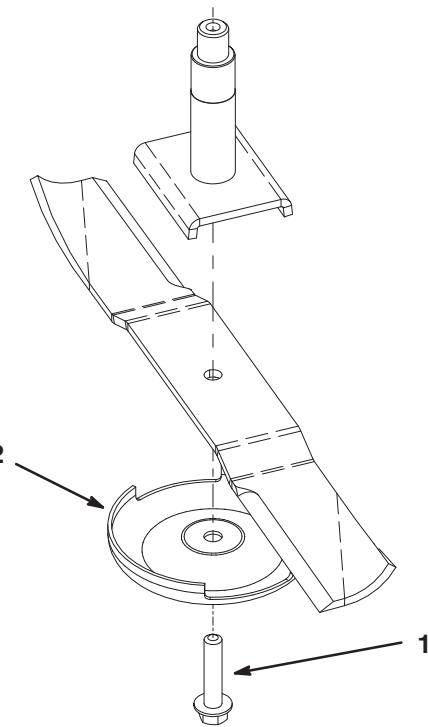

Bild 30
2. Halten Sie das Ende des Messers mit einem stark wattierten Handschuh oder wickeln Sie einen Lappen um es herum. Entfernen Sie die Messerschraube, die Antiskalpierschale und das Messer von der Spindelwelle (Bild 30).